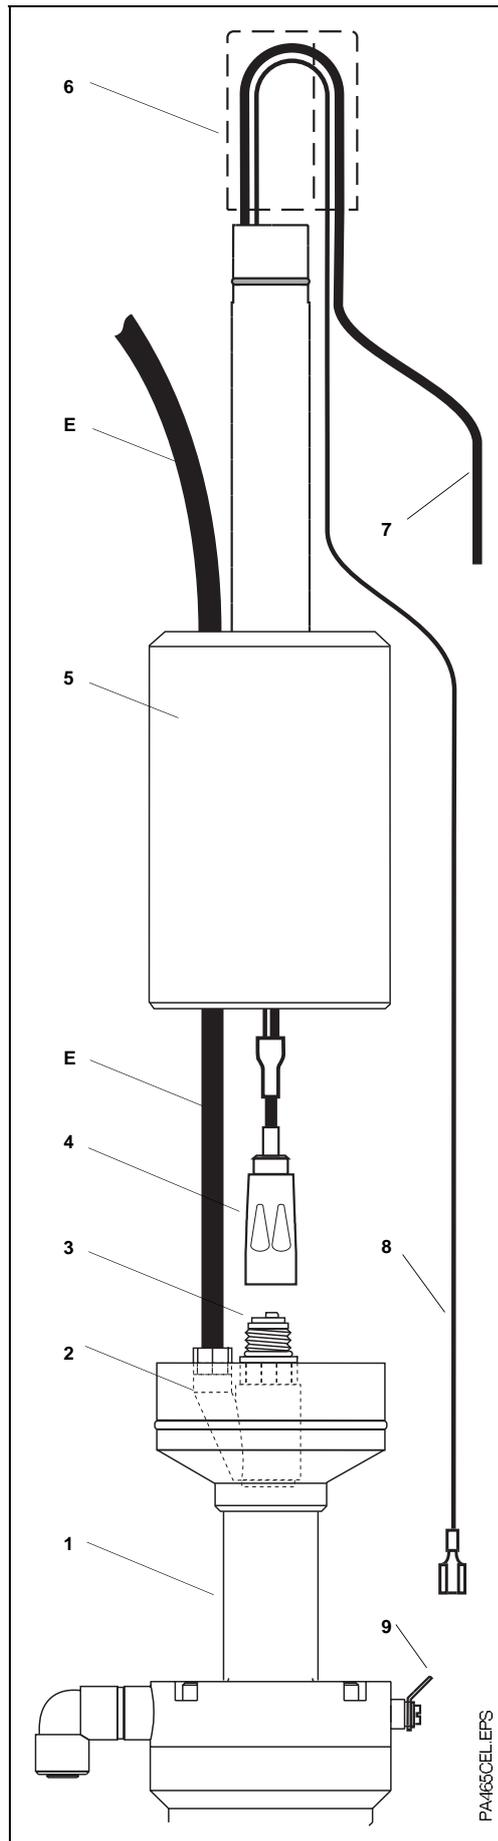

Fig. 3.9 : Montage des électrodes à électrolyte liquide et du câble de mesure à la CPA 465
- Retirer le capuchon de protection contre les projections (6), puis retirer le manchon de protection (5) qui se compose de deux éléments vissés ensemble.
- Visser manuellement l'électrode (2) dans le piston mobile (1), puis serrer d'un quart de tour avec une clé de 17
- Faire passer le câble de mesure CPK 7 (7) avec le connecteur (4) à travers le manchon de protection (5)
- Visser le connecteur de l'électrode (4) sur la tête de l'électrode (3)
- Introduire le flexible d'amenée d'électrolyte (E) latéralement dans le manchon de protection (5) et le visser sur le raccord de l'électrode
- Visser le manchon de protection (5)
- Plier le câble de mesure (7) comme illustré en fig. 3.9 et remonter le capuchon de protection (6)
- Rallonger le câble de compensation de potentiel du câble CPK 7 à l'aide du fil (8) et le raccorder à la prise PAL (9) (le fil prolongateur du câble CPK 7 n'est pas utilisé)